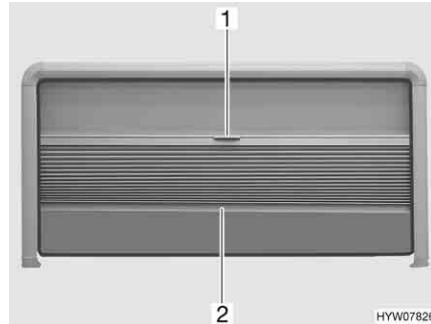

Fig. 79 Ventana abatible
- Coger el estor plegable por el centro de la tablilla final (Fig. 79,2) y tirar con cuidado hacia abajo.
- Sujetar la tablilla final (Fig. 79,2) del estor plegable por el centro y empujar el estor plegable cuidadosamente hacia arriba.
- Tirar cuidadosamente hacia abajo la protección contra insectos (Fig. 79,1) mediante el tirador.
- Regresar la protección contra insectos lentamente totalmente hacia arriba por la tablilla final del estor plegable (Fig. 79,2).